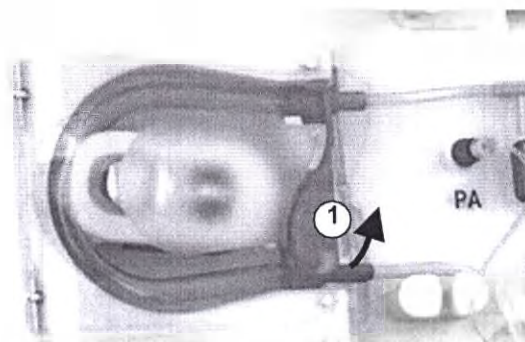

Рис. 7-1 Снятие кровопроводящей магистрали
При снятии кровопроводящих магистралей с насосов сначала слегка потянуть вверх нижнюю часть многоконтактного соединения (Рис. 7-1, ①) из основания насоса (в направлении стрелки), когда крышка насоса крови закрыта. После извлечения магистрали из ролика насоса откройте крышку насоса и снимите кровопроводящую магистраль.